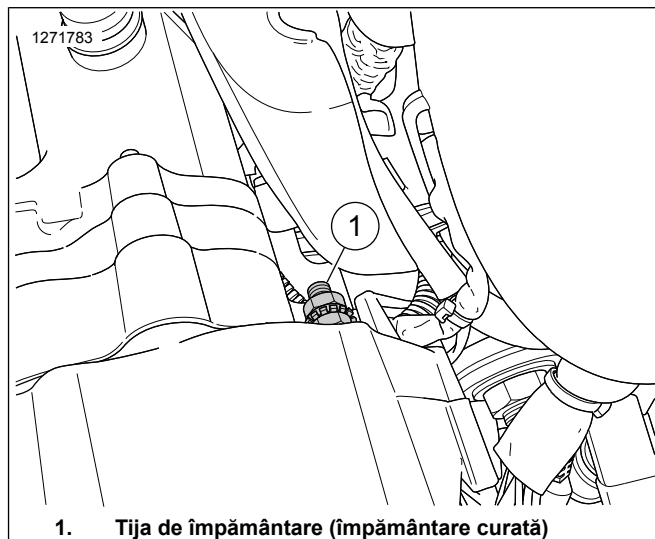

Figura 49. Împământarea Sportster
Consultați Figura 49. Tija de împământare (1) se află sub capacul principal pe jumătatea stângă a carterului.